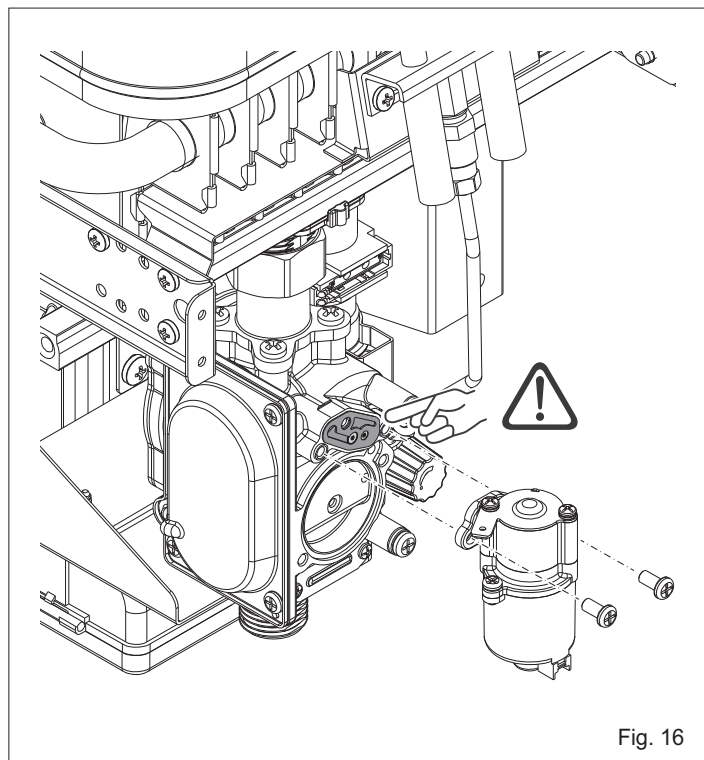

Fig. 16
- rimuovere il modulatore (Fig. 16), scollegando i cablaggi e rimuovendo le due viti che lo fissano alla valvola
! Fare molta attenzione alla guarnizione presente sotto il modulatore. Assicurarsi che rimanga nella posizione originaria (Fig. 16) prima di accoppiare il modulatore alla valvola.